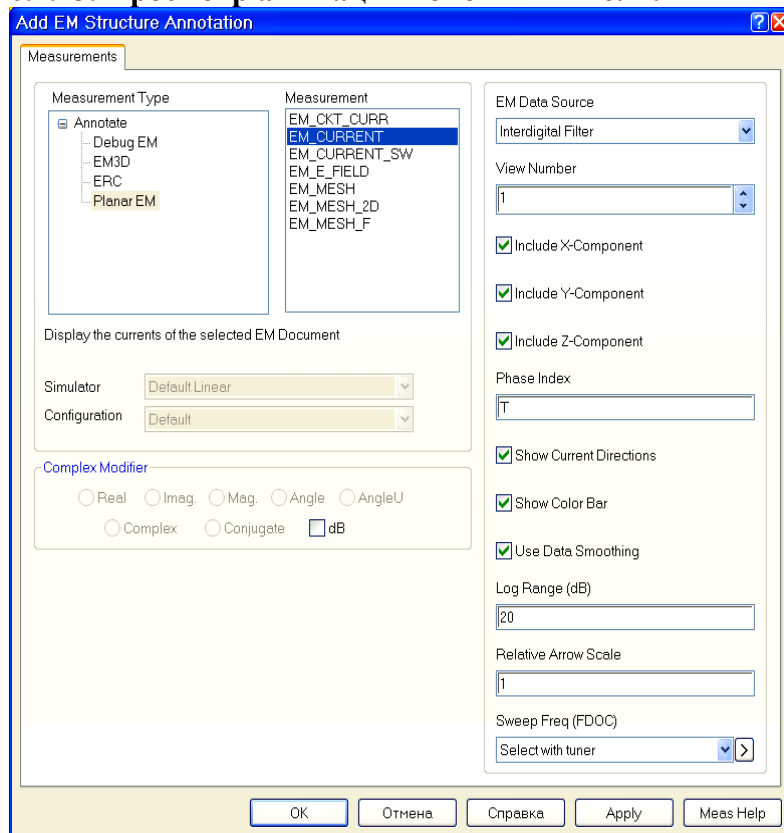

Рис. 6.37
2. В открывшемся окне (рис. 6.37) в списке **Measurement** отметьте **EM_CURRENT**, остальные параметры установите, как показано на рис. 6.37 и нажмите **OK**.